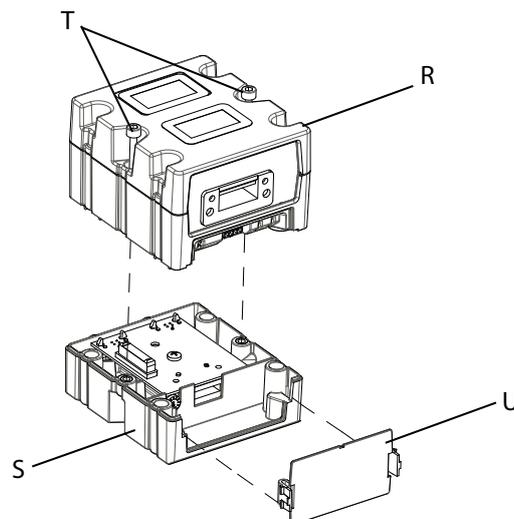

Рис. 22: Разборка CGM
5. Снимите крышку с блока CGM (U). Ослабьте два винта (T) и снимите CGM (R) с основания (S), как показано на **Рис. 22**.